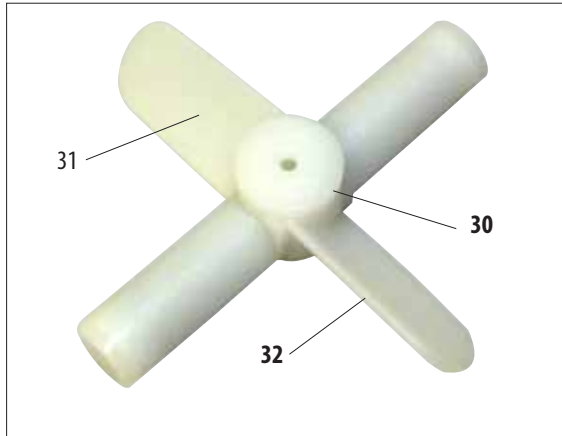

图7
- 拆除磁力搅拌器(图7, 30)包装, 并将其插入到脱水缸中。
(图7)